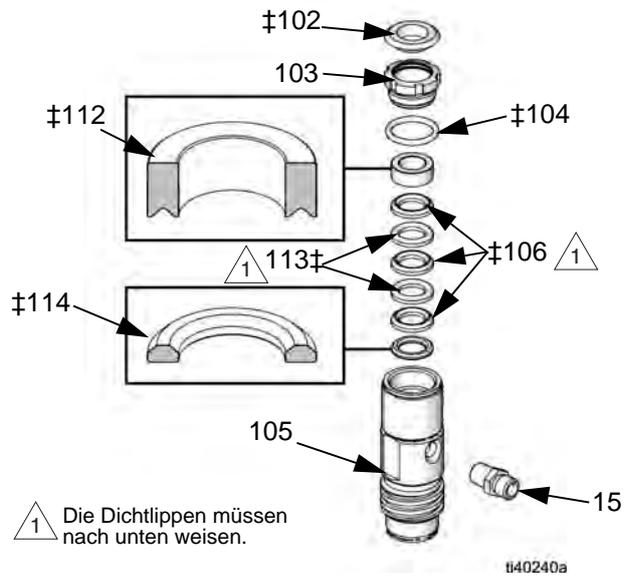

FIG. 9: V-förmige Halspackungen
Modelle mit V-Packungen: FIG. 9
- b. Die V-Packungen in abwechselnder Reihenfolge anbringen. Mit der blauen UHMWPE-Packung (106‡) beginnen und dann die Lederdichtung (113‡) anbringen. Siehe FIG. 9.